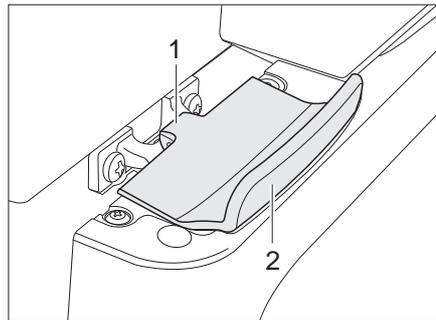

Bild 239 Verriegelung der Kälteboxtür, geschlossen (Thetford)
- Kälteboxtür am Griff (Bild 239,2) öffnen. Die Verriegelung (Bild 239,1) wird automatisch gelöst.